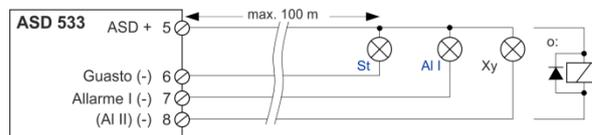

Fig. 39 Cablaggio delle uscite OC
- Se si collegano carichi induttivi (ad es. relè) occorre installare un diodo autooscillante direttamente in corrispondenza dell'utenza, **Fig. 39**.